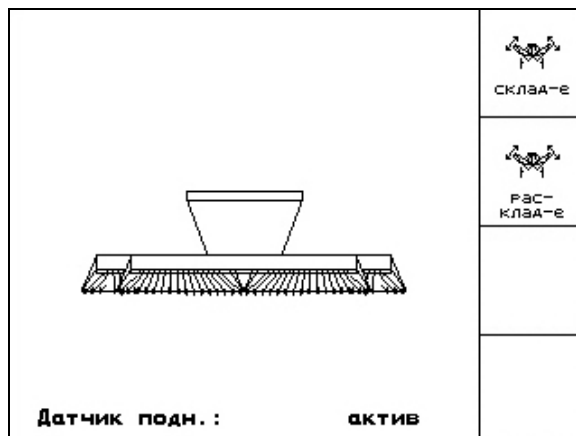

Рис. 71
- Перейти в подменю "Складывание/раскладывание" (Рис. 71).